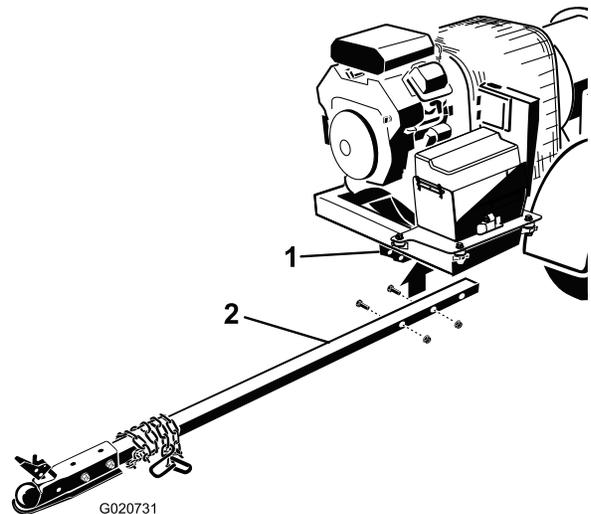

Figure 4
2. Insérez le tube d'attelage dans les supports du cadre (Figure 4). Fixez le tube au cadre avec 2 boulons (3/8 x 3 po) et écrous à embase (3/8 po).